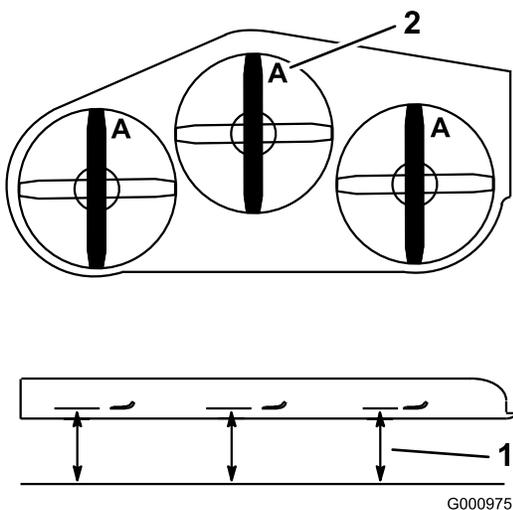

Figura 72
3. Gire las cuchillas hasta que los extremos estén orientados hacia adelante y hacia atrás. Mida desde una superficie nivelada hasta el filo de corte, posición **A**, de las cuchillas (Figura 72). Anote esta dimensión.